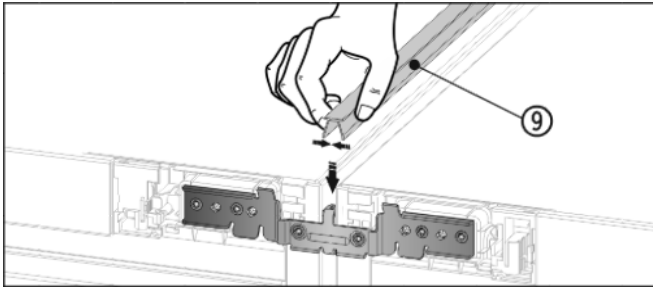

Fig. 13
- ▶ Auf der Oberseite die kurze Abdeckleiste Fig. 13 (9) in den horizontalen Spalt drücken.